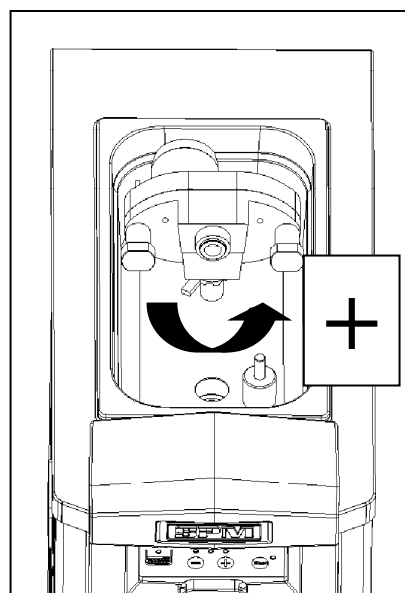

Fig. 33
- Regolare la leva di afflusso aria sulla posizione desiderata ruotandola in senso anti orario per aumentare l'overrun del prodotto ed in senso orario per diminuirlo (fig. 33).